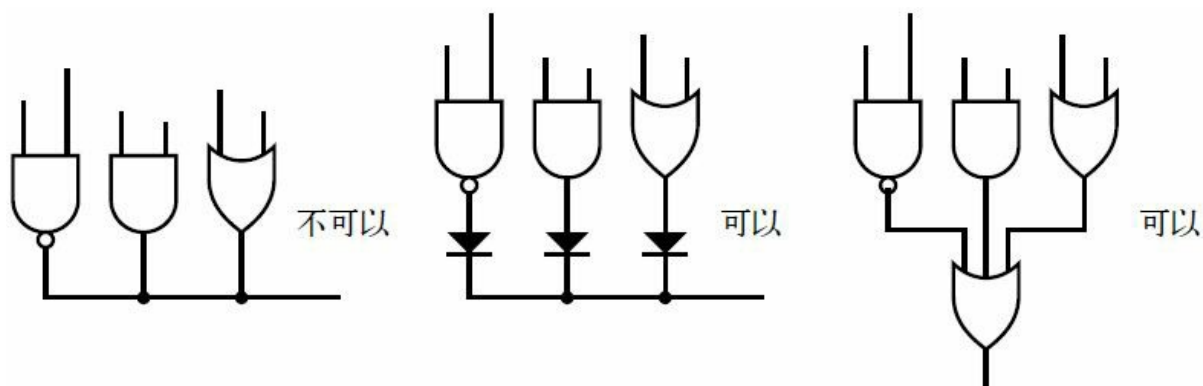

图4-78 一个逻辑门的输出不应该被馈送到另一个逻辑门的输出。可以使用二极管来对它们进行隔离，或者用另一个门来对它们进行连接
□永远不要将两个或多个逻辑门的输出连接在一起。如果它们必须共享一条共同的输出线的话，请使用二极管来对它们进行彼此隔离。具体见图4-78。